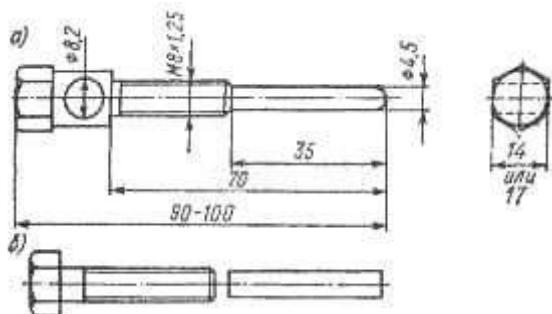

Рис. 78. Приспособления для снятия ротора генератора:
4. Снять ротор генератора. Для этого нужно вывинтить и вынуть винт, крепящий его на цапфе коленчатого вала. С помощью двух отверток снять кулачок прерывателя. В отверстие завернуть съемник (рис. 78). Придерживая ротор одной рукой, другой рукой ввинтить съемник и стянуть ротор с шейки коленчатого вала. Съемник можно заменить болтом M8 и штырем.